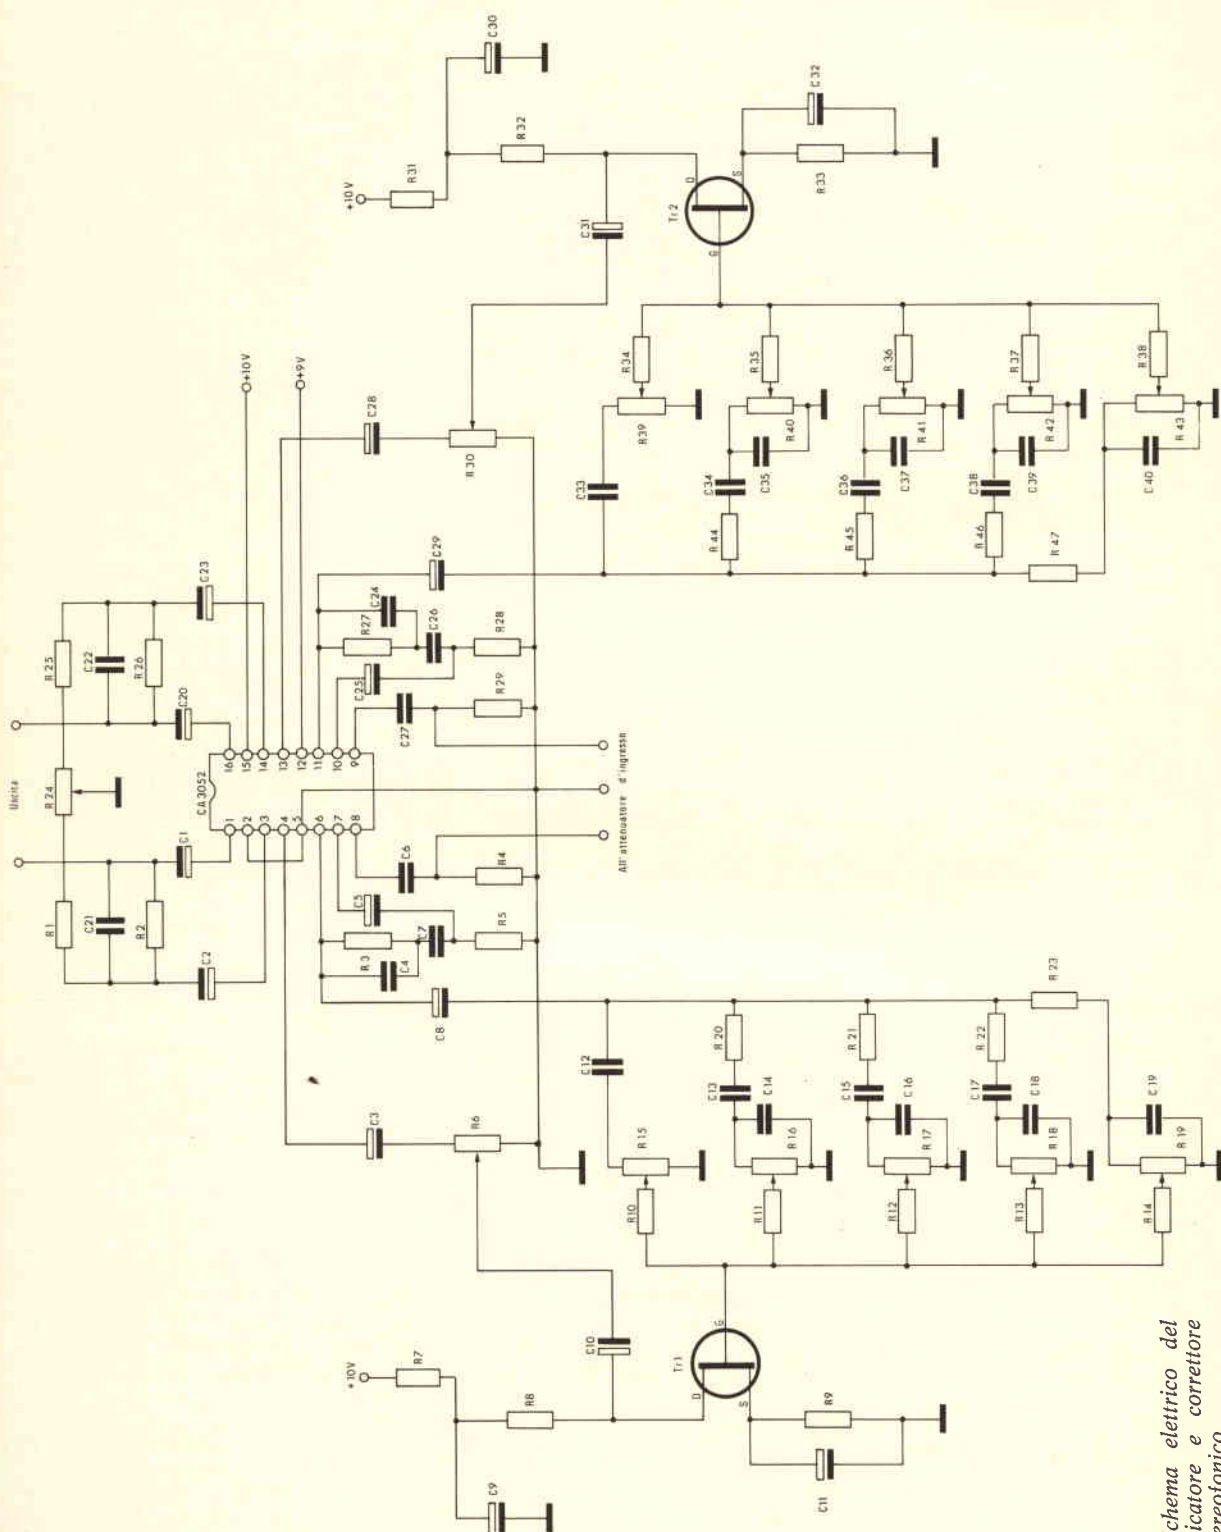
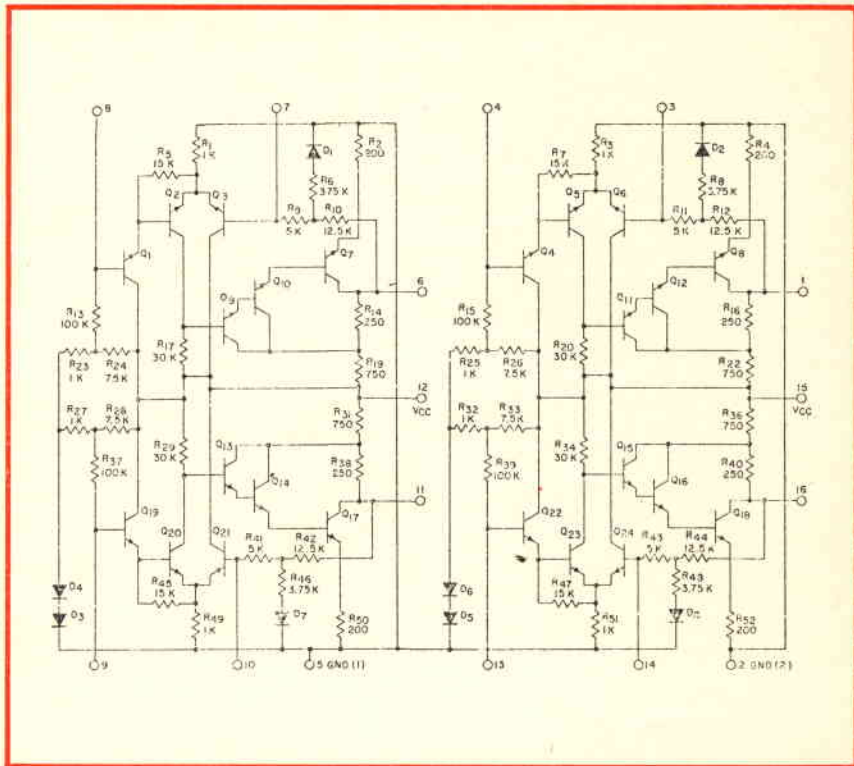

Fig. 1 Schema elettrico del preamplificatore e correttore di toni stereofonico.
Fig. 2 - Schema elettrico del circuito integrato CA 3052.
**I**niziamo la descrizione dell'apparecchio spiegando il cuore del circuito, ovvero il preamplificatore con il correttore di tono (fig. 1). Per semplificare al massimo il preamplificatore abbiamo usato un integrato RCA CA3052 (fig. 2); detto integrato è stato appositamente studiato dall'RCA per l'impiego in preamplificatori stereofonici. Il suo pregio è che all'interno contiene un numero molto grande di transistori, ben 24, 12 per canale con tutte le resistenze necessarie alla polarizzazione; con l'ausilio di questo circuito integrato si riesce quindi a fare un ottimo preamplificatore di dimensioni ridotte.